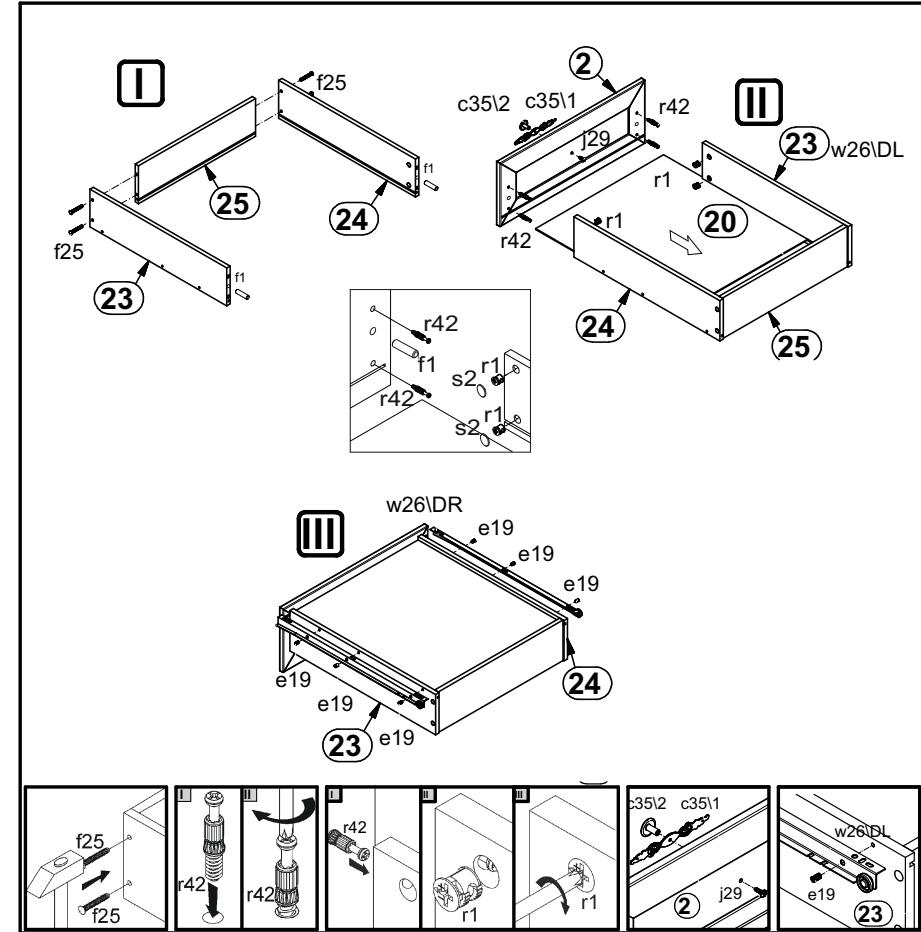

Рисунок 8
17. В отверстия Ø8 мм на передних кромках стенок боковых ящиков 23 и 24 вбить деревянные шканты f1 (см. рис. 8).
18. В отверстия Ø15 мм на внутренних поверхностях стенок боковых ящиков 23, 24 вставить стяжки эксцентриковые r1 (см. рис. 8).